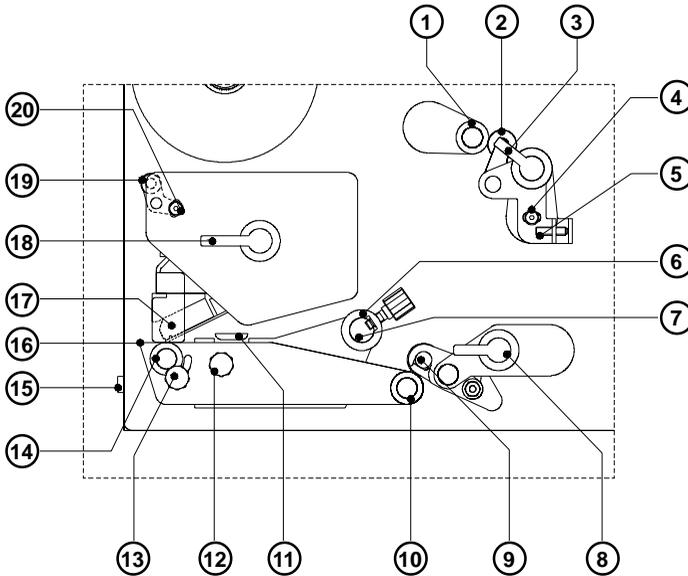

Bild 4e Detailsicht Druckmechanik Hermes 4N/5N
- 11 - Druckmechanik (s. Bild 4e)
- 12 - Druckmechanik (s. Bild 4e)